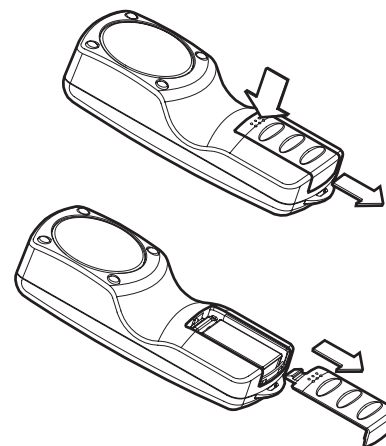

Рис. 2
1. При разряде элемента питания, после первого нажатия на кнопку происходит выдача прерывистого звукового сигнала о сниженном питании (в течении 4 с). В этом случае элемент питания необходимо заменить (рис. 2).